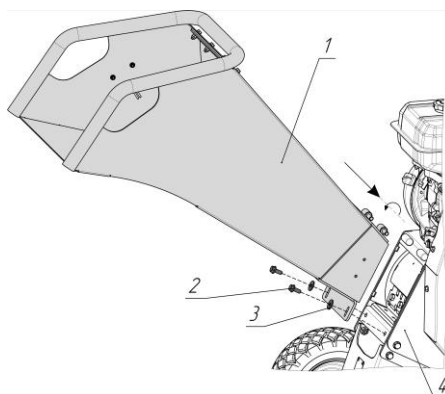

Рис. 7 Установка загрузочного желоба
5. Совместите петли на загрузочном желобе 1 и корпусе измельчителя 4, затем прижмите загрузочный желоб к фланцу корпуса измельчителя 4 и закрепите его с помощью болтов 2 и шайб 3 моментом затяжки 25 Н*м (Рис. 7). После этого соедините разъемы цепи аварийного выключателя зажигания (разъем проводов от выключателя на загрузочном желобе и разъем проводов от двигателя).